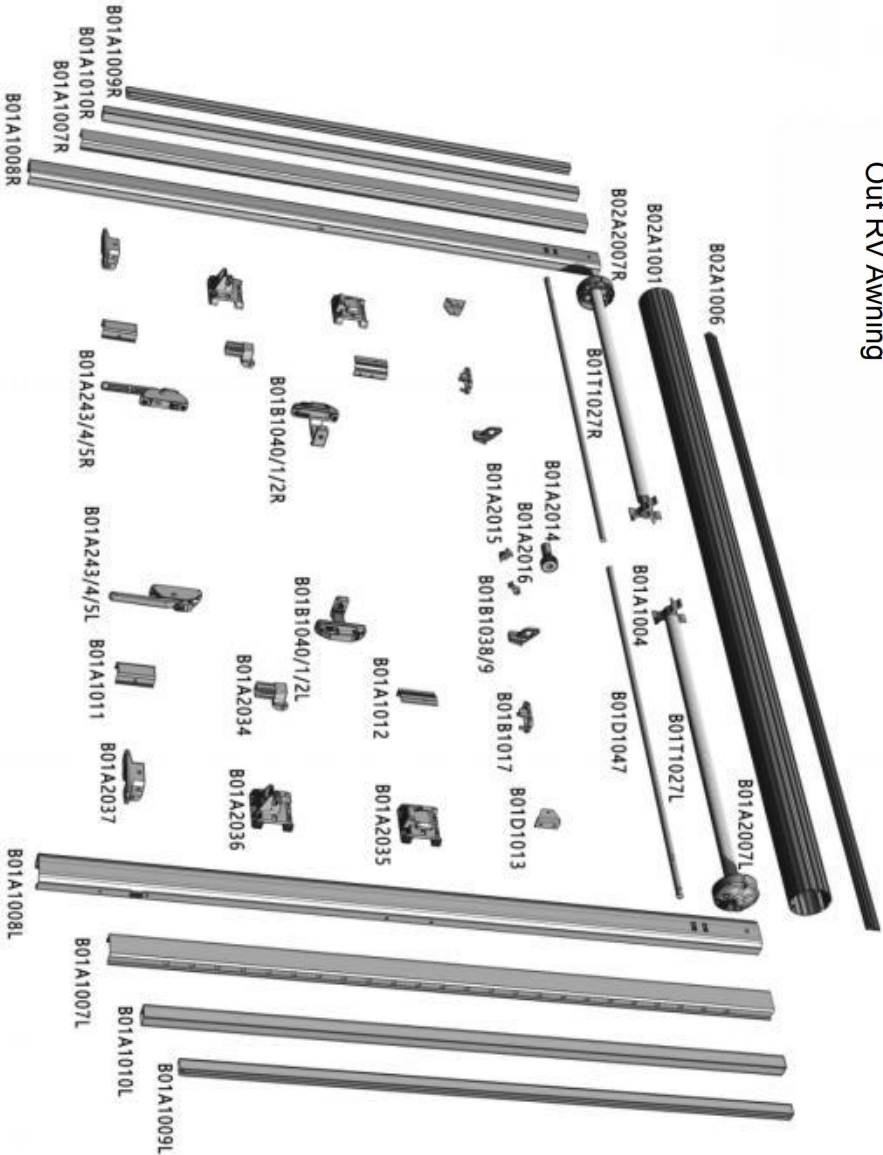

Figuur E3
27. Het doek aan beide zijden van de rol is ongelijkmatig gevouwen en één zijde kan niet worden aangespannen: controleer of het zonnescermdoek beschadigd of vervormd is en vervang het doek. Als alternatief kan een verstelbare sticker van de juiste dikte worden aangebracht op de rand van de opgerolde buis aan de zijde die niet volledig kan worden aangespannen (apart verkrijgbaar), waarmee de hoeveelheid zeildoek nauwkeurig kan worden afgesteld om een gelijkmatige aanspanning aan beide zijden te garanderen . (Afbeelding E3).